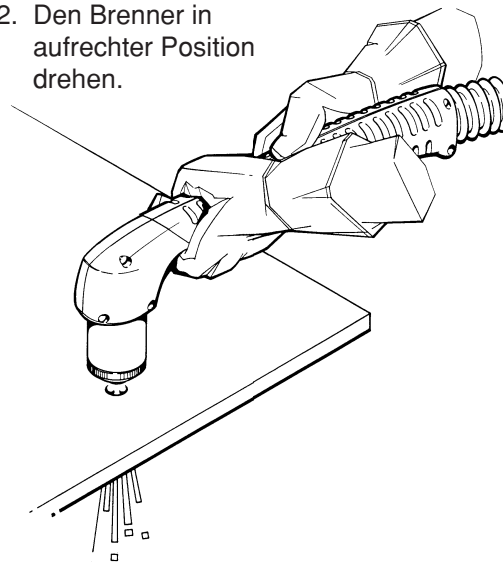

Abbildung 4-10 Lochstechen
1. Den Brenner so halten, daß die Düse ungefähr 2 mm vom Werkstück entfernt ist, bevor der Brennerschalter betätigt wird. Diese Methode verlängert die Standzeit der Düse (siehe Abb. 4-10).